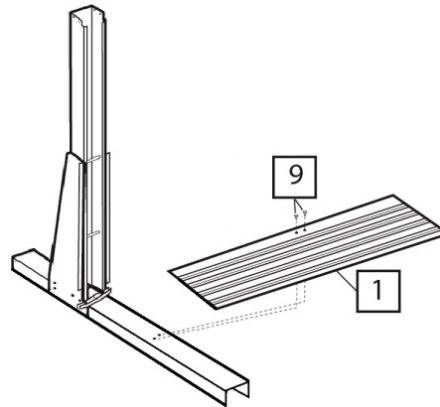
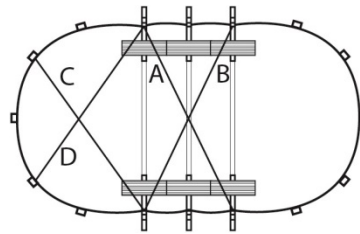
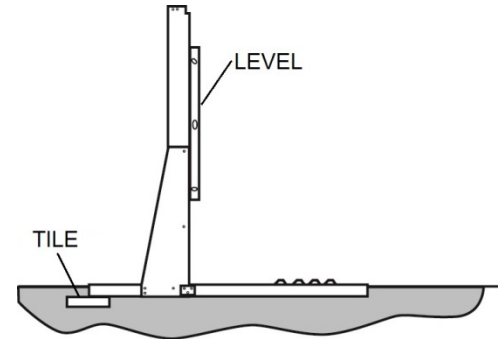

Abb. 18.
Abb. 19
Abb. 20
Richten Sie in jedem Modul eine 122 cm Grundplatte (1) ein. Die Montage dieser Platten muss mit der genuteten Seite nach oben und der flachen Seite nach unten vorgenommen werden. Diese Platten haben auf einer Seite zwei Löcher und Sie müssen sicherstellen, dass diese in Richtung der Mittelsäule, Abb. 18, ausgerichtet sind.
Mit Sprühfarbe, Kalk oder einem Pulver wird der Umriss eines Moduls am Boden eingezeichnet. Ist das geschehen, wird das Modul zu einer Seite verschoben und die darunterliegende Erde mit einer Schaufel abgetragen (Video: <https://www.youtube.com/watch?v=508QF1PduIk>). Die Lochtiefe muss etwa 5 cm, Abb. 18, betragen und vollständig plan sein. Nachdem das Loch bearbeitet und eingeebnet wurde, wird das Modul eingesetzt, wobei mit einer Wasserwaage auf der Moduloberseite, Abb. 19, sicherzustellen ist, dass es richtig plan ist.
Danach wird unter jedem Modul auf der Modulrückseite die Bodenplatte eingerichtet, Abb. 20. Dazu wird das Modul geneigt und die Erde unter der Platte eingeebnet. Nach dem Einbau der Platte ist neuerlich die Modulplanheit zu prüfen und dazu wird wieder das Abmaß genommen, Abb. 19.